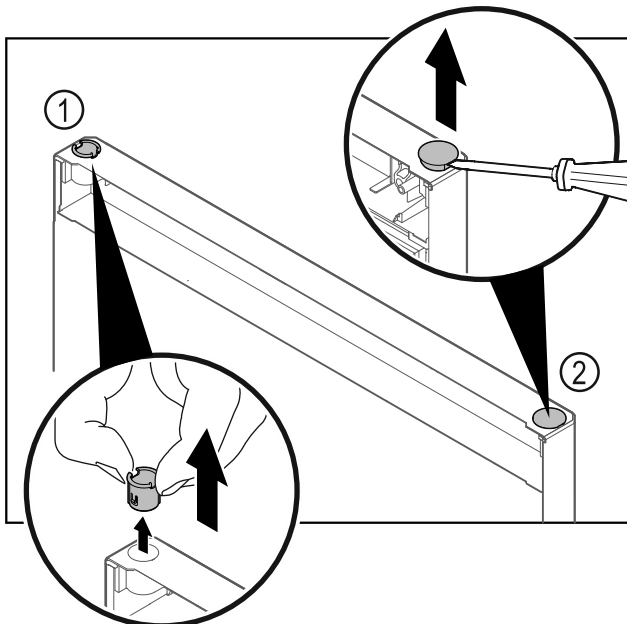

Fig. 22 Jääkaappiosan ovi
- Vedä saranaholkki Fig. 22 (1) sormin pois.
- Kohota suojanastaa Fig. 22 (2) varovasti uraruuvimeisllillä ja vedä se pois.